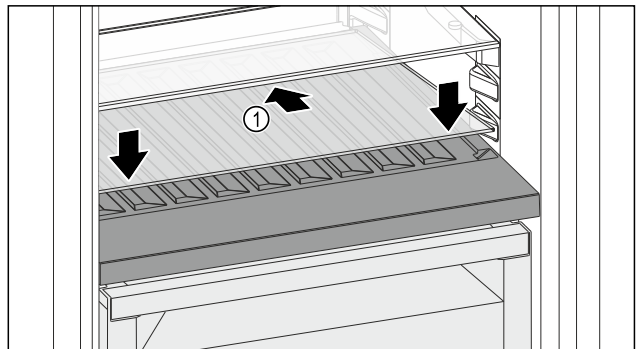

Fig. 212
- ▶ Вставьте стеклянную пластину Fig. 212 (1) наискосок и с уклоном назад вниз.
- ▶ Опустите стеклянную пластину Fig. 212 (1) спереди.